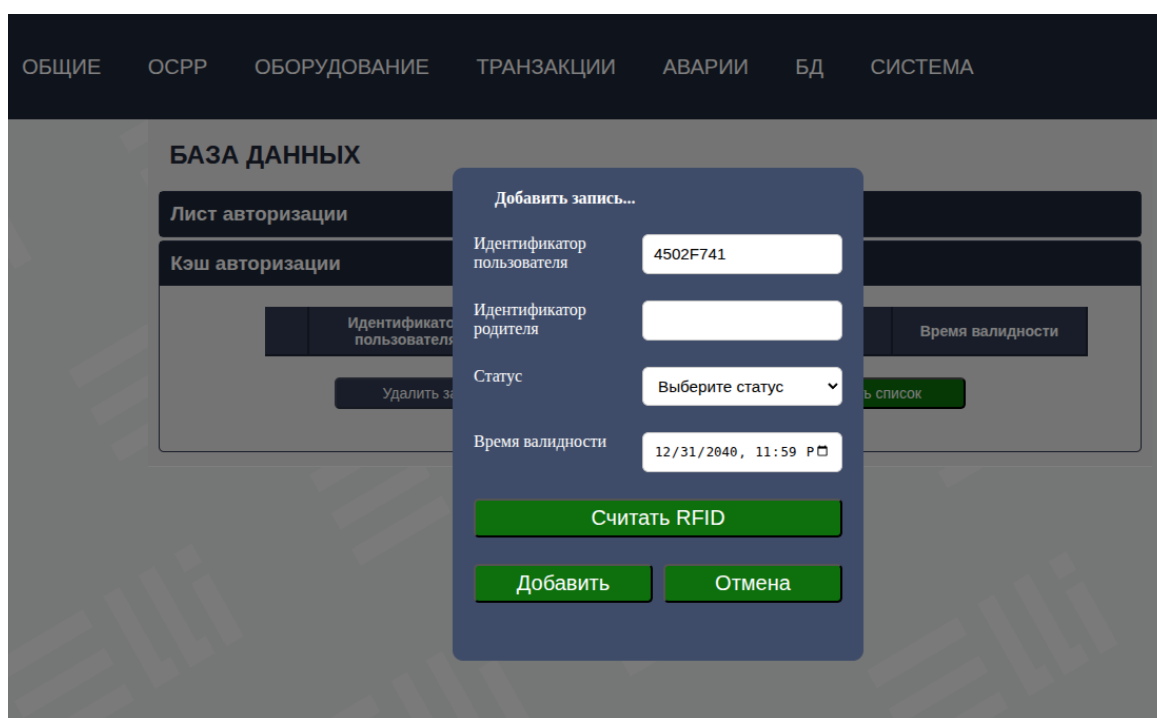
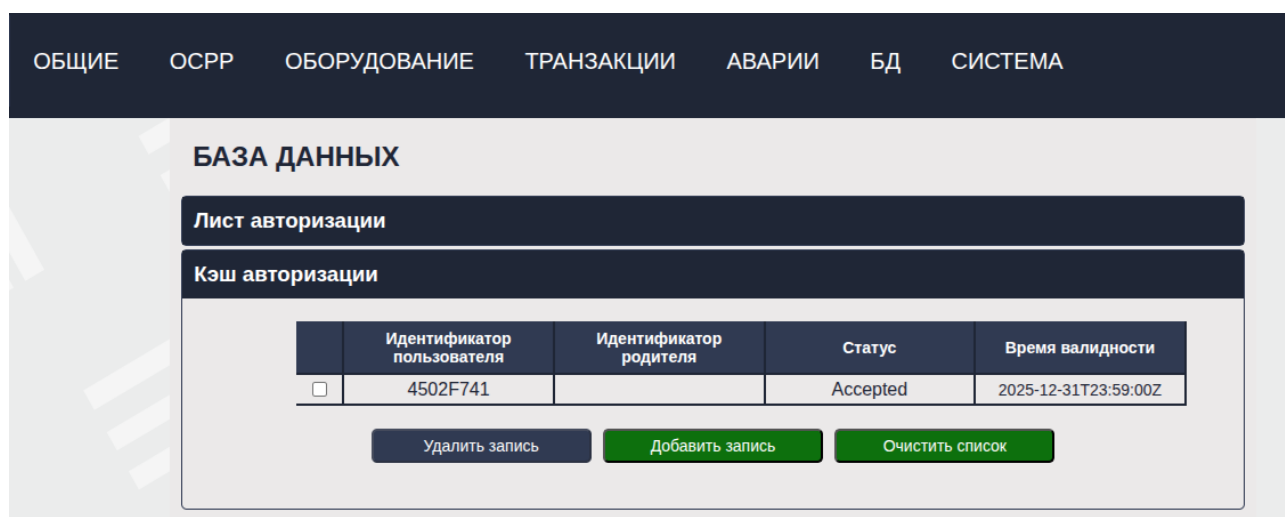

Рисунок 21. Вид окна добавления авторизационной записи web-интерфейса панели оператор с заполненным полем «Идентификатор пользователя»
Рисунок 23. Вид окна подраздела «Кэш авторизации» web-интерфейса панели оператора с информацией об идентификаторе добавленной RFID-карты
6.3. Нажать на кнопку “Считать RFID” и в течение 30 с поднести RFID-карту (условно №1) к RFID-считывателю на панели оператора. После успешного считывания, идентификатор карты отобразится в поле «Идентификатор пользователя» (рисунок 21). В поле “Статус” выбрать “Accepted” и указать время валидности карты (рисунок 22). Нажать кнопку “Добавить”. Идентификатор RFID-карты отобразится в листе «Кэш авторизации» (рисунок 23).